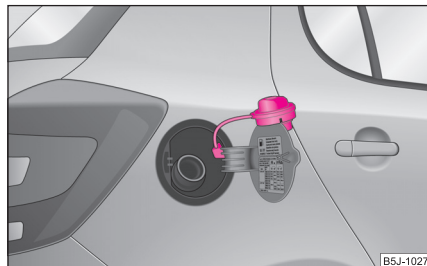

Abb. 166 Tankklappe mit abgeschraubtem Verschluss
Es gibt verschiedene Benzinsorten. Bitte lesen Sie das Kapitel Technische Daten, um zu wissen, welche Benzinsorte Ihr Fahrzeug benötigt. Die gleiche Information finden Sie auch an Ihrem Fahrzeug auf der Innenseite der Tankklappe ⇒ Seite 180, Abb. 166.
- Schrauben Sie den Tankverschluss linksherum heraus und setzen Sie ihn von oben auf die Tankklappe ⇒ Abb. 166. ▶